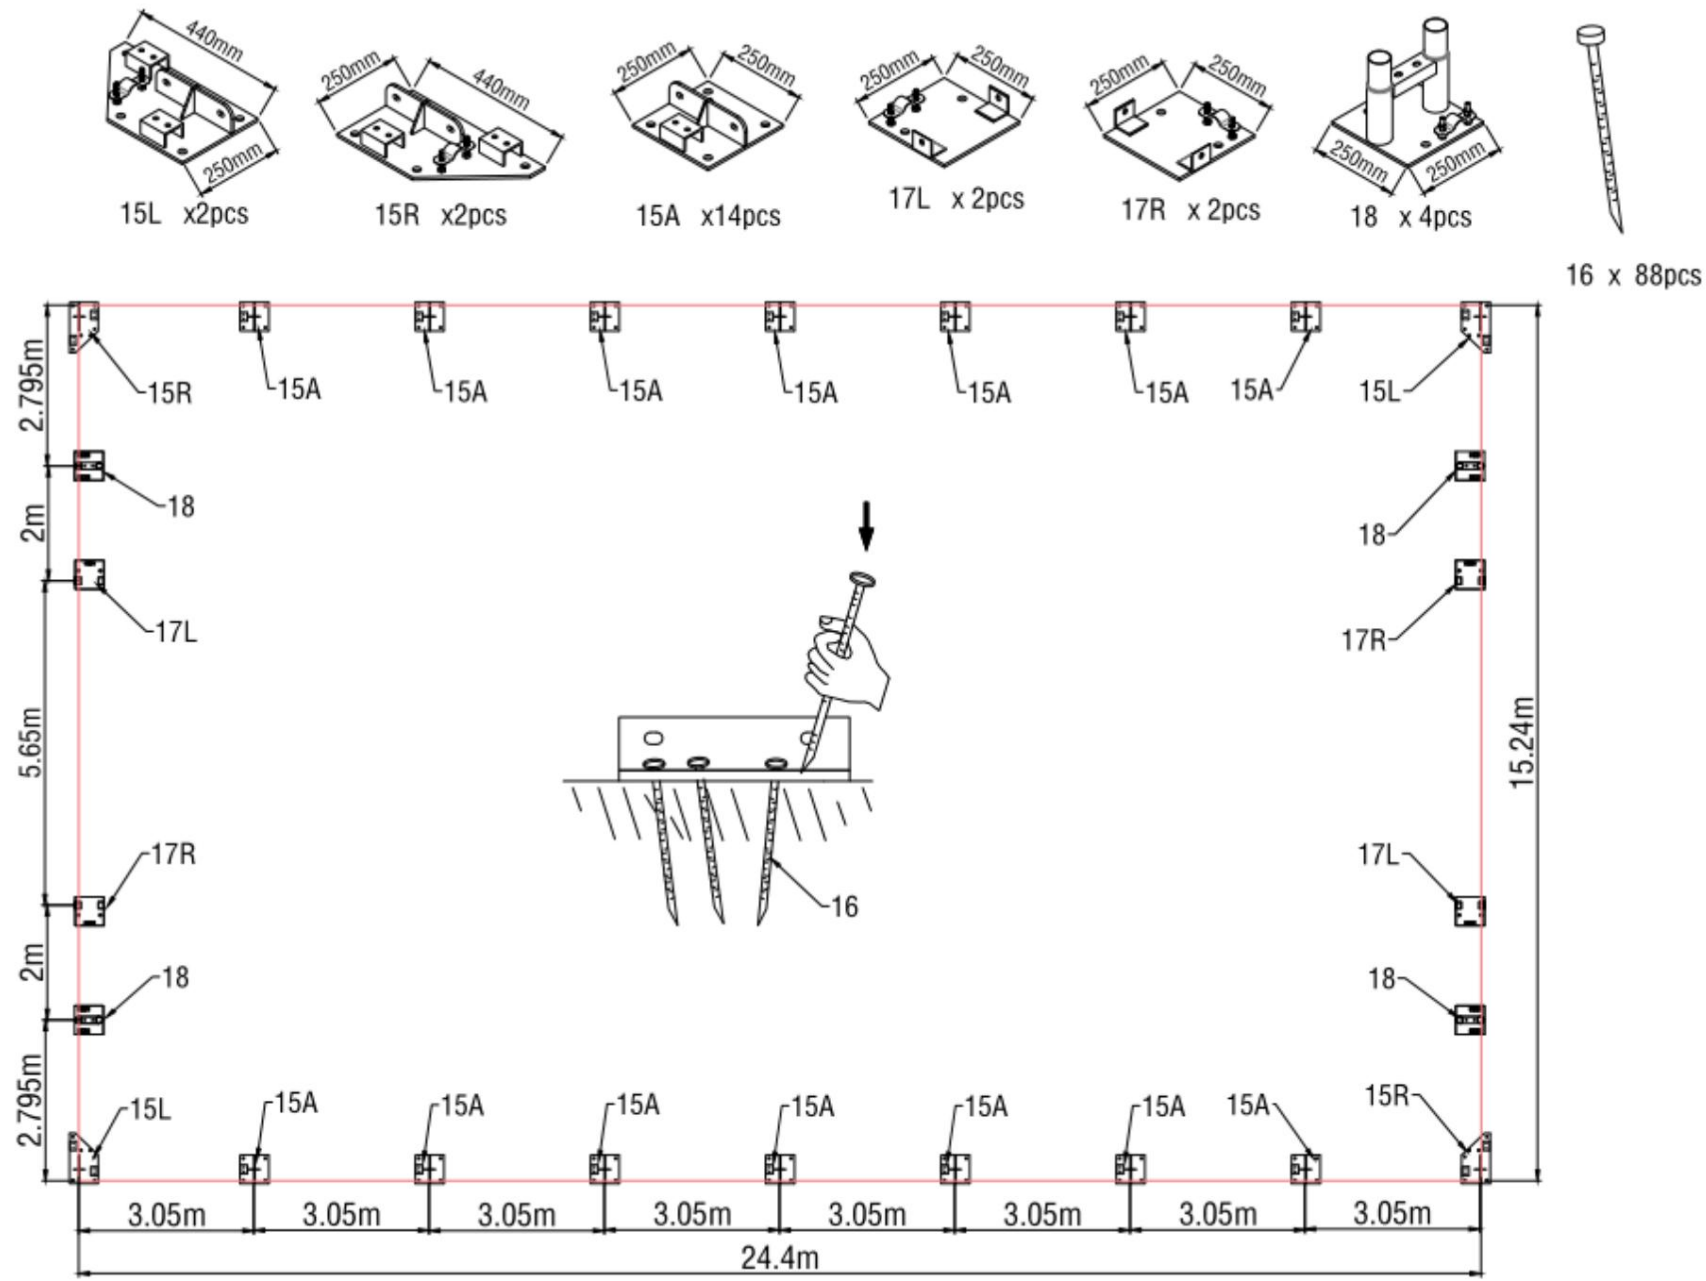

Figure 1
2. Veuillez vous référer au schéma (Figure 1) pour placer les plaques de base.
3. Comme le montre la figure 1, chaque plaque de base est équipée de 4 piquets (n° 16) ou de vis d'expansion.